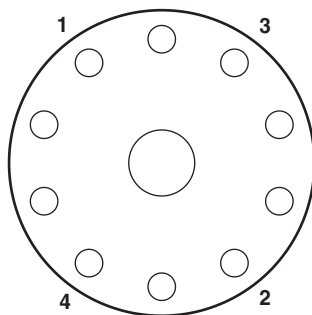
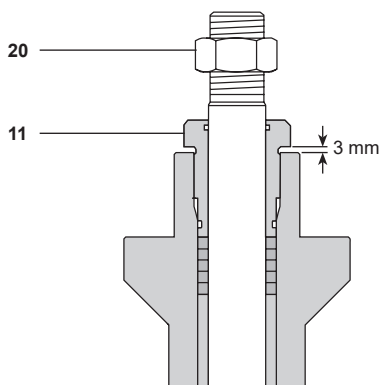

Fig. 15 - Da DN125 a DN300
Fig. 23
- Montare una nuova guarnizione cappello (15).
- Serrandoli solo manualmente, rimontare i dadi del cappello (21) per fissare il cappello in posizione.
- Applicare un carico sullo stelo (preferibilmente sostituire l'attuatore), poi serrare nuovamente i dadi del cappello in sequenza (vedere la Fig. 15 e la Tabella 2).
- Serrare i dadi del cappello al 30% della coppia richiesta, seguendo una sequenza diametralmente opposta (vedere la Fig. 15 e la Tabella 2).
- Serrare il dado del premistoppa (11) finché:
- ii) Per il gruppo premistoppa in grafite: non sia ottenuta una fenditura di 3 mm fra il lato inferiore del dado del premistoppa e il cappello. Vedere la Fig. 23.
- Rimontare il dado di bloccaggio (20).